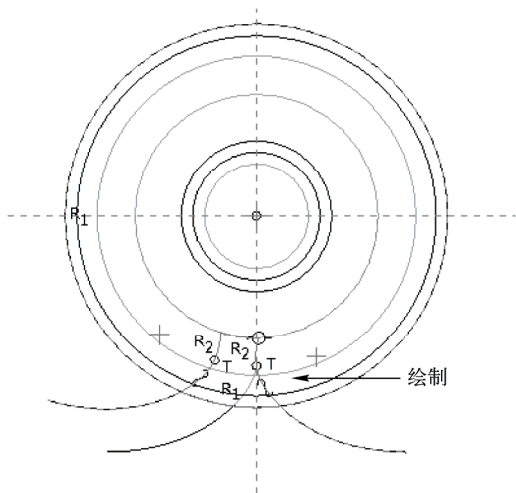

图 15-39 绘制草绘截面二
STEP 11 在功能区选项板的“模型”选项卡中，单击“形状”面板中的“拉伸”按钮，打开“拉伸”选项卡，在绘图区中选择“FRONT”基准平面作为草绘平面，进入草绘环境，单击“草绘”选项卡区中的相应按钮，绘制草绘截面，如图 15-39 所示。